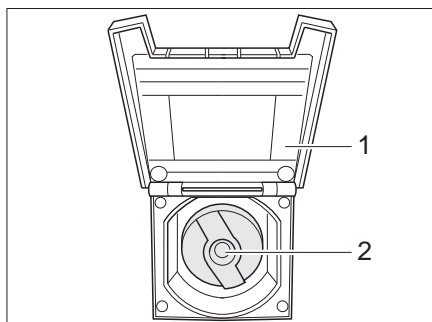

Bild 237 Lock för påfyllningsöppningen för dricksvatten
- Öppna luckan (Bild 237,1) på påfyllningsöppningen för dricksvatten.
- Stick in nyckeln i låscylindern (Bild 237,2) och vrid ett kvarts varv moturs.
- Öppna påfyllningsöppningen för dricksvatten (Bild 237).